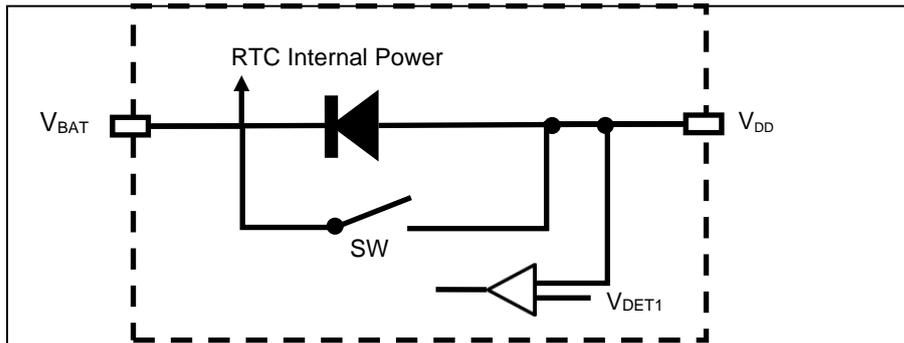

Figure 28 電源監視切替回路
電源切替機能は主電源 V_{DD} の電圧低下を検出して V_{BAT} 電源に切替える機能で V_{DD} 電圧検出回路と MOS スイッチ (SW) およびダイオードから構成されます。(Figure28 参照)